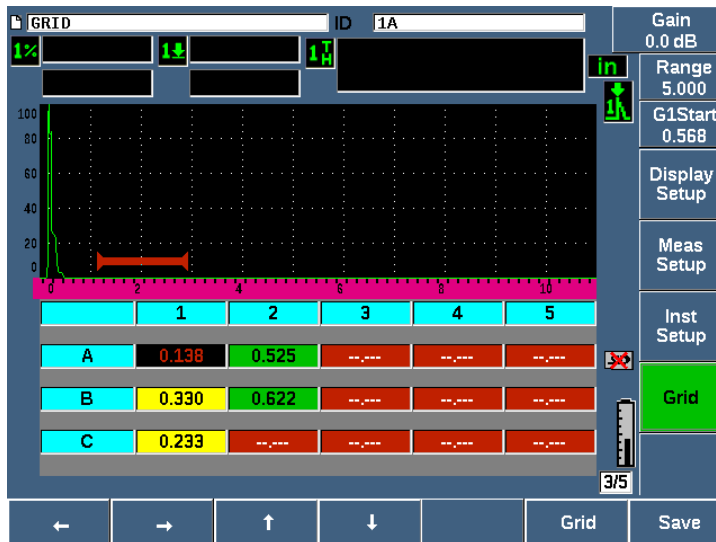

Figura 10-25 Comandi della Griglia nella schermata in tempo reale
3. Premere **Griglia** (tasto P3) per visualizzare i comandi della griglia (vedere Figura 10-25 a pagina 250).